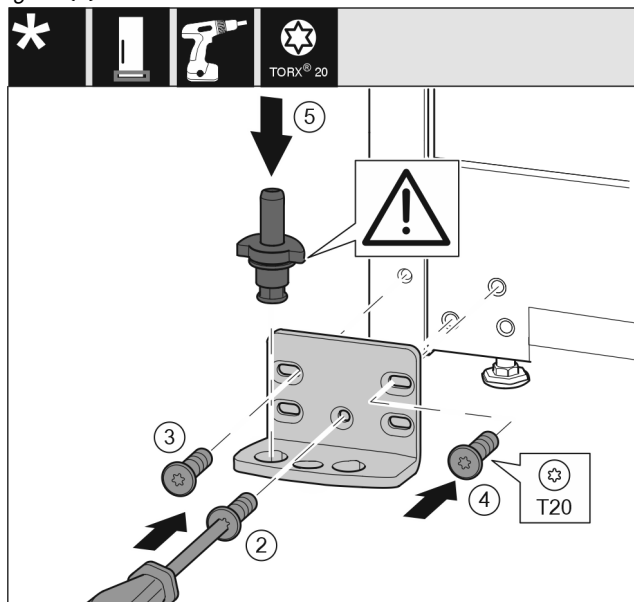

Fig. 17
- Lagerbock auf der anderen Seite ansetzen und mit Hilfe eines Schraubendrehers T20 anschrauben. Mit Schraube 2 unten in der Mitte beginnen. Fig. 17 (2)
- Schraube 3 und 4 festschrauben. Fig. 17 (3,4)
- Lagerbolzen komplett einsetzen. Dabei darauf achten, dass der Rastnocken nach hinten zeigt. Fig. 17 (5)